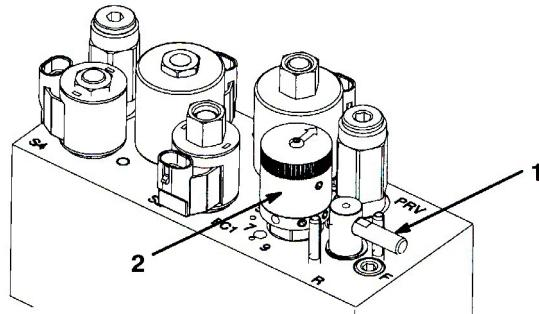

図 58
5. バックラップ・レバーを R 位置にセットする(図58)。
6. リール速度セレクタを 1 にセットする(図58)。